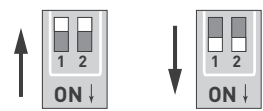

Рис. 3. DIP-переключатели терминатора
3.8. Для согласования шины DMX на последнем декодере в линии включите терминатор (см. рис. 3). На остальных декодерах, подключенных к шине, терминатор должен быть выключен.
Отсутствие согласующей нагрузки на концах линии (терминаторов)	На последнем декодере в линии включите встроенный терминатор (см. рис. 3)